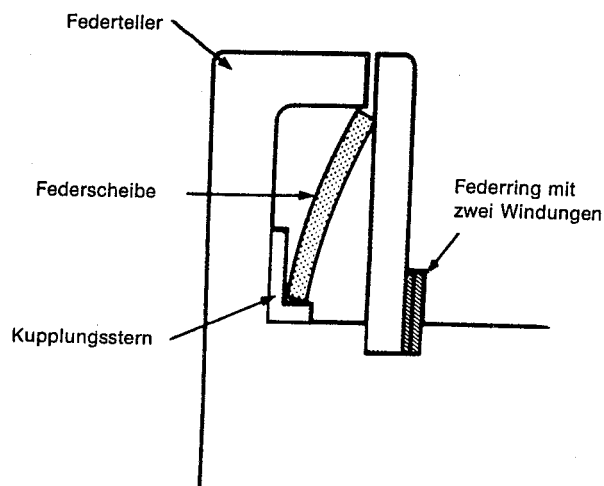

Bild 85 Kupplungsstossdämpfer
- Die letzte Lamelle ist mit einem doppelten Federring am Kupplungsstern befestigt. Dahinter sitzt eine Federscheibe, die als Stossdämpfer wirkt (Bild 85). Zum Herausnehmen des Federrings wird das äussere Ende mit einem feinen Schraubendreher aus der Nut herausgehoben. Dem Umfang nach fortfahren, bis der Federring abgenommen werden kann. Vor dem